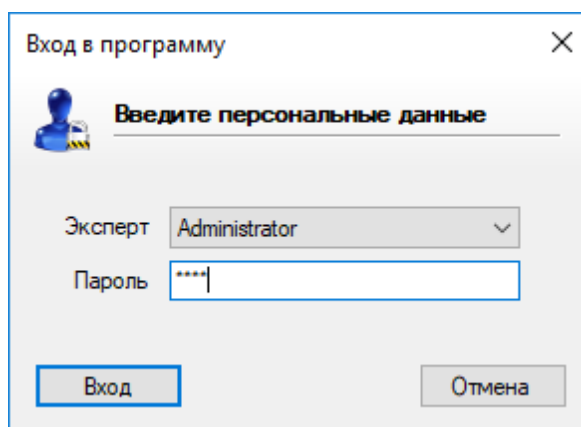

Рисунок 3.4.4
- ввести персональные данные для входа и нажать кнопку «Вход» (см. Рисунок 3.4.4). По умолчанию необходимо ввести следующие данные: